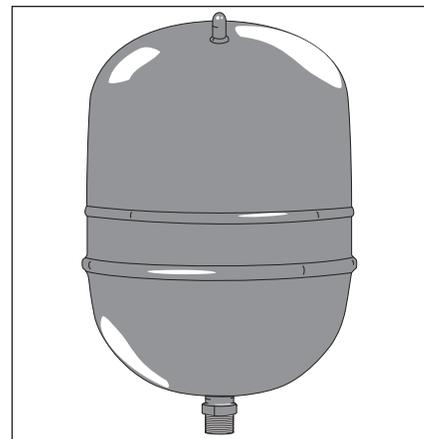

Figure 5 - Le vase d'expansion protège la plomberie du domicile contre les pointes de pression.
- Vase d'expansion (voir Figure 5 à la page 7).
Vérifier que le vase d'expansion est de dimension adaptée (Figure 5). Nous recommandons d'installer un vase d'expansion si le système n'en est pas équipé. Les codes en vigueur exigent la présence d'un vase d'expansion de pression et dimension adaptées dans presque tous les domiciles (voir l'illustration sur l'intérieur de couverture avant).